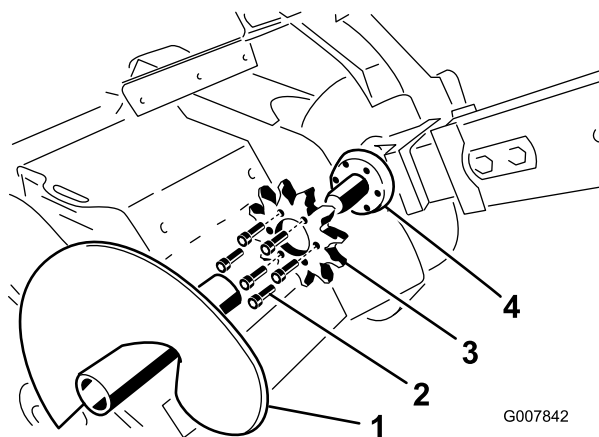

Figure 62
3. Enlevez la vis sans fin de débrayage (Figure 62).
8. Enlevez les six boulons de fixation du pignon d'entraînement (Figure 62).
9. Déposez le pignon d'entraînement et mettez-le au rebut (Figure 62).
10. Nettoyez la surface de montage du pignon sur la trancheuse (Figure 62).
11. Glissez le nouveau pignon d'entraînement sur l'arbre (Figure 62).
12. Vissez à la main les 6 boulons dans le pignon (Figure 62).